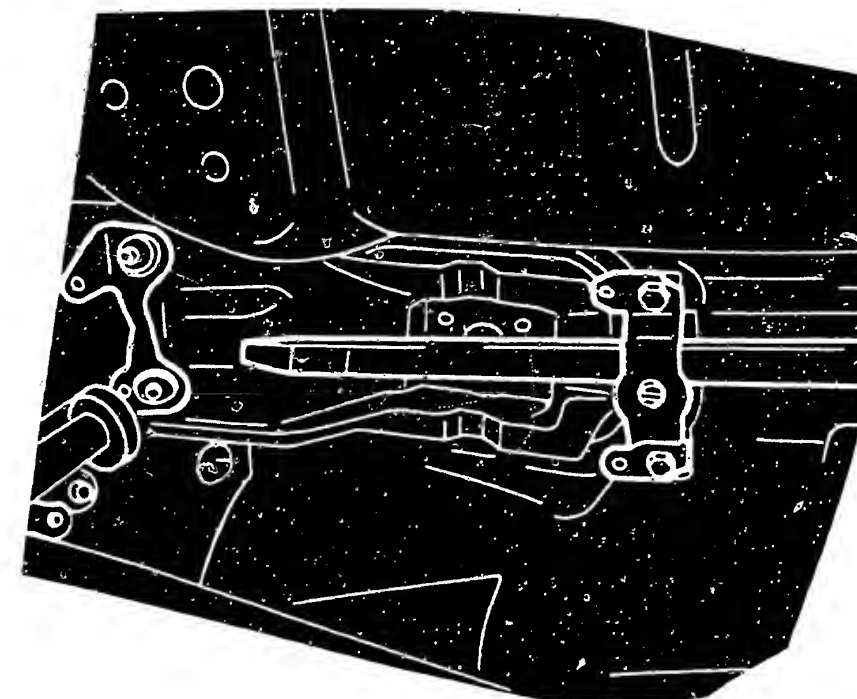

Bild 36 Unterstützen des Getriebege-häuseauslegers anlässlich der Getriebe-montage.
- Befestigungsschrauben für Getriebege-häuseausleger lösen und Ausleger mit Montiereisen abstützen (Bild 36)